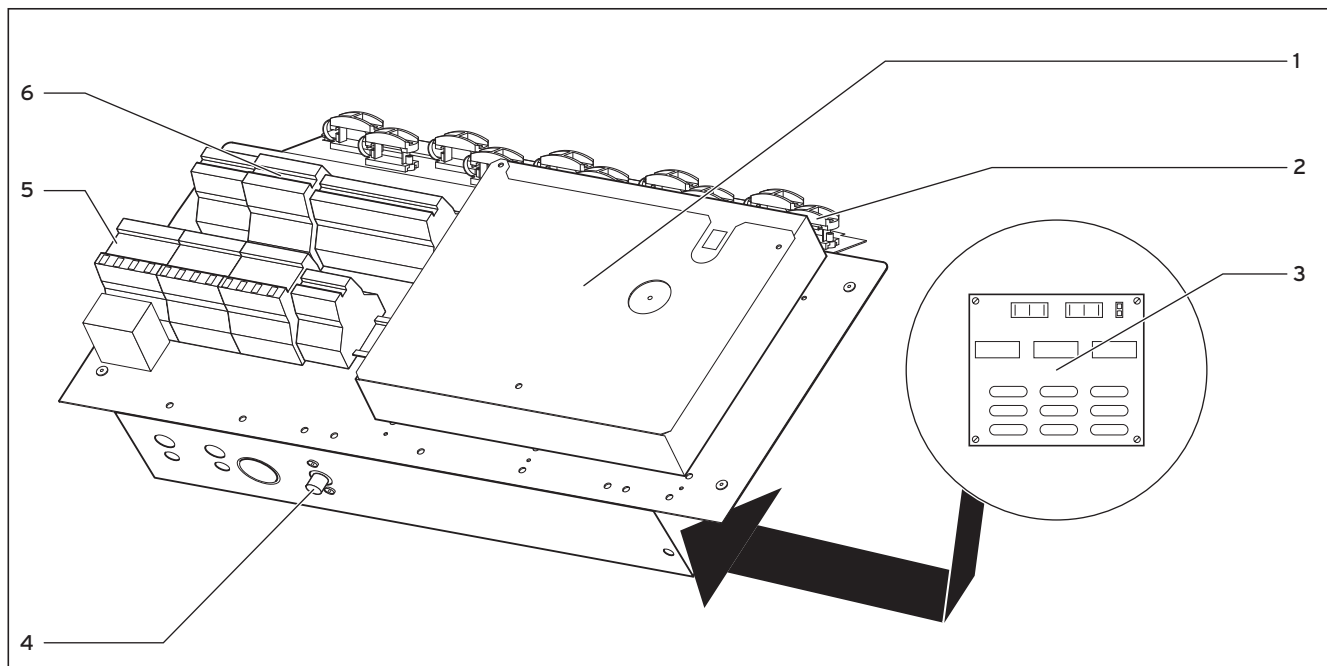

Fig. 6.1 Scatola dei comandi elettrici
- In un recipiente esterno (p. es. tanica di plastica, vedi fig. 6.1, pos. 66) mescolare acqua e liquido antigelo nella concentrazione prescritta. Le sostanze devono essere mescolate con cura.
Legenda della fig. 6.1
- Collegare la pompa a immersione da installare a cura del cliente ai morsetti (1).
La pompa di pozzo viene alimentata attraverso il contattore pompa di pozzo con una tensione 400 V a 3 fasi. Un salvamotore installato nella pompa di calore (vedi fig. 6.1, pos. 5) protegge la pompa a immersione esterna dal sovraccarico. Perciò regolare la corrente nominale della pompa di pozzo (0,8-2,7 A) al salvamotore.
- Montare la scheda elettronica del limitatore della corrente di spunto sotto a quella della centralina di regolazione, come descritto nelle relative istruzioni di montaggio (vedi fig. 6.1).